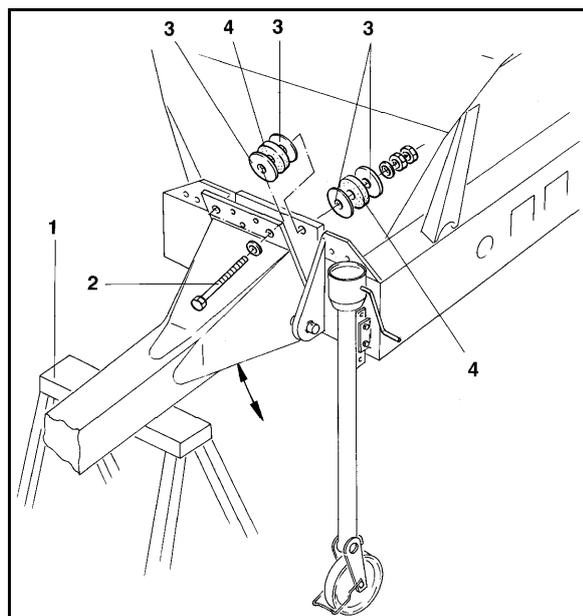

Fig. 49
2. Appuyer le timon sur un support stable (Fig. 49/1) et desserrer les deux vis de fixation (Fig. 49/2).
3. La permutation homogène des rondelles d'écartement (Fig. 49/3) permet d'ajuster le timon. Les amortisseurs (Fig. 49/4) ne doivent pas être retirés. Ils amortissent les chocs transmis par le tracteur à l'épandeur.